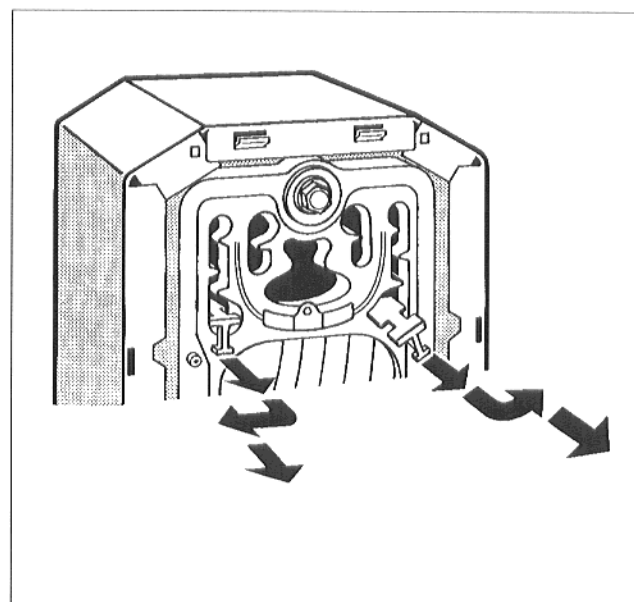

Рис. 32
- Слегка вытянуть направляющие элементы топочного газа и повернуть стопорную скобу в направлении периферии. Вытянуть направляющие элементы топочного газа в направлении вперед (рис. 32).